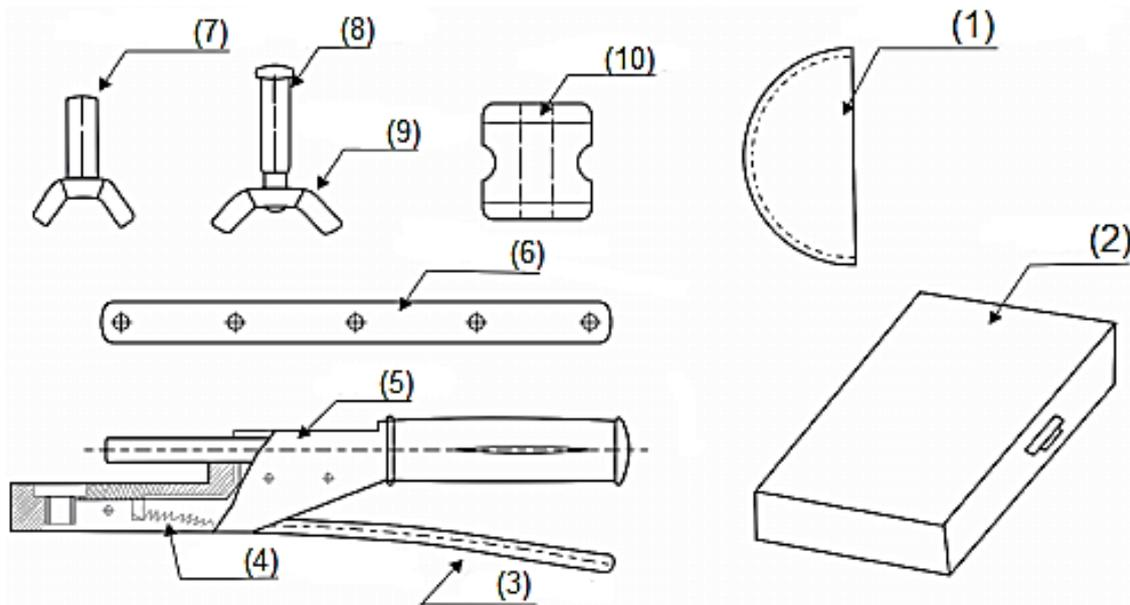

Abbildung 1: Teile der Rohrbiegemaschine und ihre Bezeichnungen
Installieren Sie das Biegewerkzeug zunächst, bevor Sie es verwenden. Prüfen Sie, ob alle Teile vollständig sind (Abb. 1). Entnehmen Sie die vorgesehene Anzahl der Teile der Tabelle unter den „Sonstigen Hinweise“.
- Überprüfen Sie alle Teile vor Montage und Verwendung auf Vollständigkeit und Funktionsfähigkeit hin. Die Teilebezeichnungen und Mengen finden Sie in der folgenden Tabelle (s. a. Abb. 1).